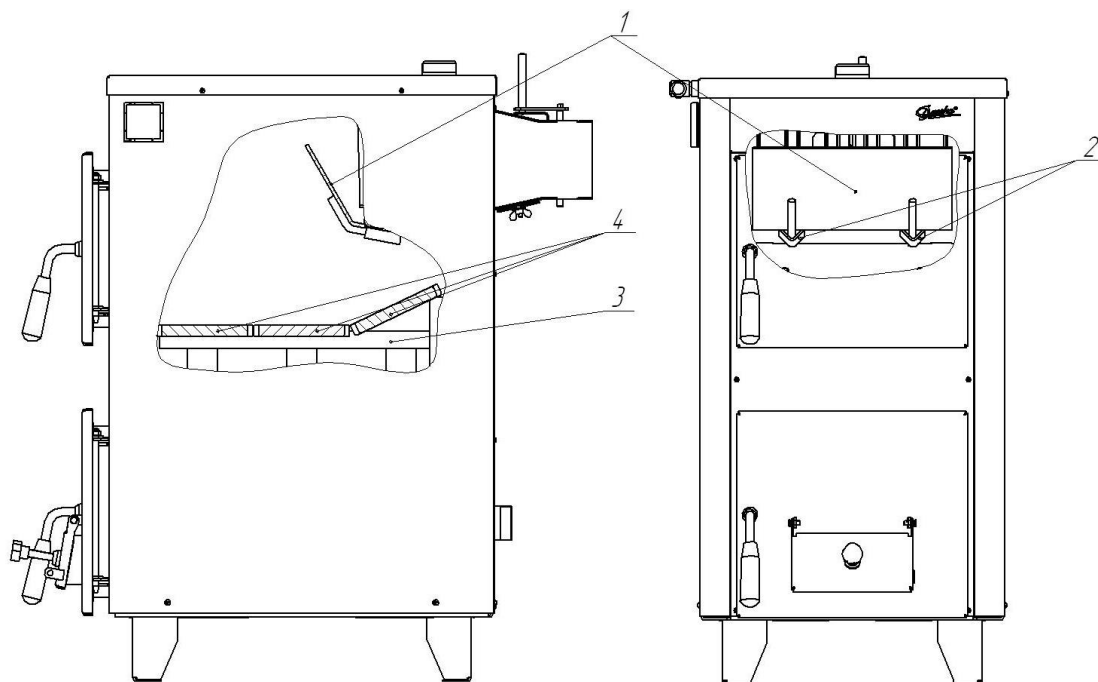

Рис.6 Перемещение колосников и направляющей стенки на режим для приготовления еды
9.1.6 Для приготовления еды в летний период необходимо установить два поддерживающих уголка (поз.3, рис. 6) из комплекта аппарата на растопочные каналы и переместить колосниковые решетки на них. В аппарате «ДАНКО АКТВ-15» также надо установить дополнительную направляющую стенку (поз.1, рис. 6) в два держателя поз. 2. При этом теплоотдача в систему отопления уменьшится, а на плиту увеличится .